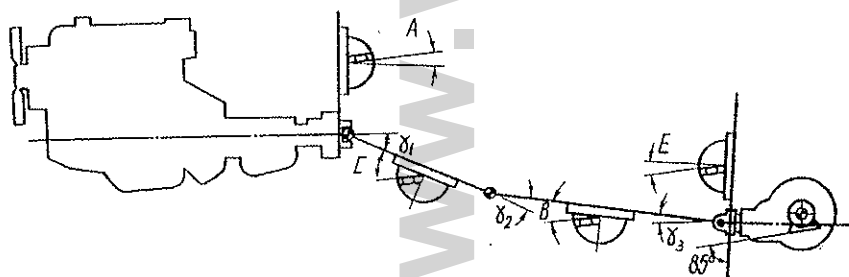

Bild 160 Einsatzschema für Gelenkwelle:
6. Unrichtige Winkel der Kreuzgelenke durch falsche Anschweißung der Blattfederkissen an Hinterachse, unrichtigen Einsatz von Motor und Zwischenlagerung oder Beschädigung deren Kissen	6. Kissen der Motorbefestigung oder Zwischenlagerung prüfen und nötigenfalls ersetzen. Richtige Winkel der Kreuzgelenke mit Beilagen an Zwischenlagerung oder an Blattfederkissen einstellen. Die richtigen Winkel sind in Bild 160 angegeben
— Schiebegabel 6 in das Keilnutenende der hinteren Gelenkwelle in Winkellage entsprechend Merkzeichen stecken, wie Bild 160 zeigt;